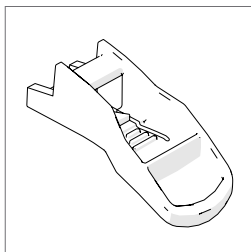

Fig. 2b
- Vergrendeling positieve aanslag. (Fig. 2b)